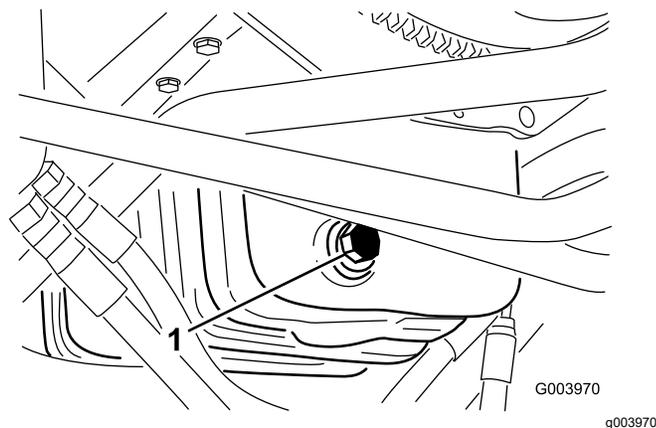

Рисунок 78
1. Снимите сливную пробку (Рисунок 78) и дайте маслу стечь в сливной поддон.